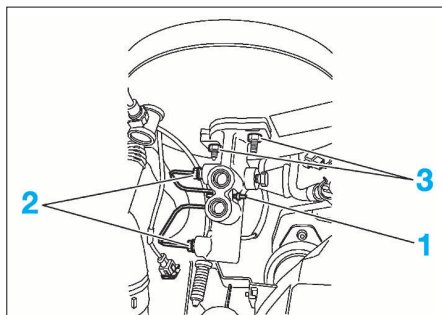

FIG. 22
- Récupérer l'axe (1) (Fig.22).
- Désaccoupler les conduites (2) de frein du maître-cylindre.